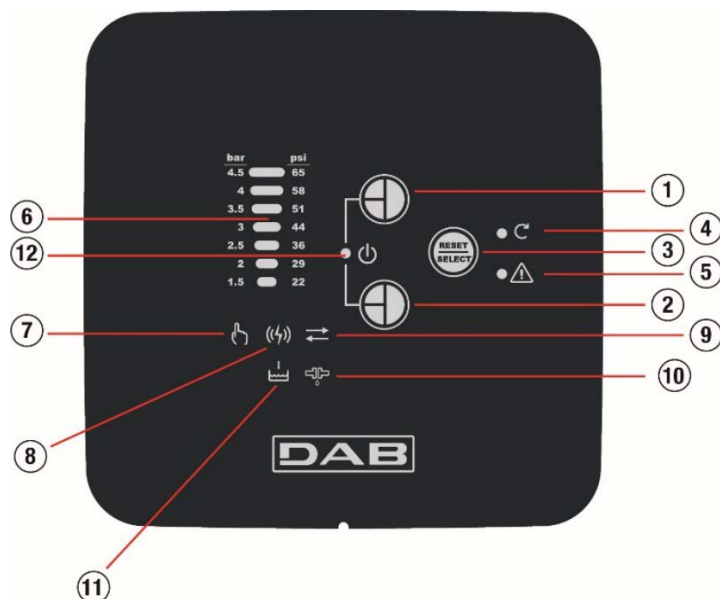

Fig. 16
Trecerea de la modul Monitor la modul SETUP se efectuează apăsând în același timp tasta “-” (Fig. 16, 1) și “Reset/Select” (Fig. 16, 3) cel puțin 3 secunde. Trecerea de la modul SETUP la modul Monitor se efectuează apăsând în același timp tastele “-” (Fig. 16, 2) și “Reset/Select” (Fig. 16, 3) cel puțin 3 secunde sau așteptând 1 minut fără a atinge nici o tastă a interfeței. La pornire COM BOX se găsește în mod implicit în modul Monitor. Modul SETUP este indicat prin intermiterea alternativă a MOTOR STATUS și ALARM LED.
12.2.1. Stare motor (Fig. 16, 4)
12.2.2. Citire alarme (Fig. 16, 5)
12.2.3. Functie MOD MANUAL (Fig. 16, 7)
12.2.4. Conectare PLC (Fig. 16, 8)
Prin apăsarea în același timp a tastelor “+” e “-” (Fig. 16, 1 - 2) și eliberarea acestora se obține oprirea necondiționată a motorului pompei, care nu va putea porni din nou înainte de o nouă apăsare în același timp a tastelor “+” e “-” (Fig. 16, 1 - 2) și eliberarea acestora. Această inhibare prevalează de asemenea asupra unei eventuale porniri a motorului setată în „MANUAL”:
Alarmerle pot fi resetate manual apăsând tasta “Reset/Select” (Fig. 16, 3).
Cu tasta „Reset/Select” (Fig. 16, 3) puteți parcurge setările descrise mai jos.
Cu aceasta funcție se poate varia valoarea CUT-IN a pompei. Această valoare poate fi mărită/micșorată cu tastele "+" și "-" (Fig. 16, 1-2) și poate prelua valorile reprezentate pe scara barometrică printr-o aprindere intermitentă. Valoarea actuală a CUT-IN este evidențiată cu pornirea fixă a led-ului corespunzător.
În această setare, cu tasta "+" (Fig. 16, 1) se impune pornirea motorului pompei.
Tasta "-" (Fig. 16, 2) restabilește condițiile normale de funcționare.
În această setare, apăsând tasta "+" (Fig. 16, 1) timp de 5 secunde, COM BOX este setat temporar în starea de asociere a PLC prin intermediul rețelei de alimentare electrică.
Tasta "-" (Fig. 16, 2) apăsata timp de 5 secunde elimină orice asociere cu DTRON3